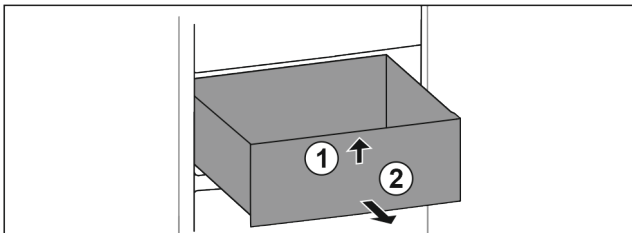

Fig. 30
- ▶ Приподнимите выдвижной ящик спереди. Fig. 30 (1)
- ▶ Извлеките выдвижной ящик движением вперед. Fig. 30 (2)